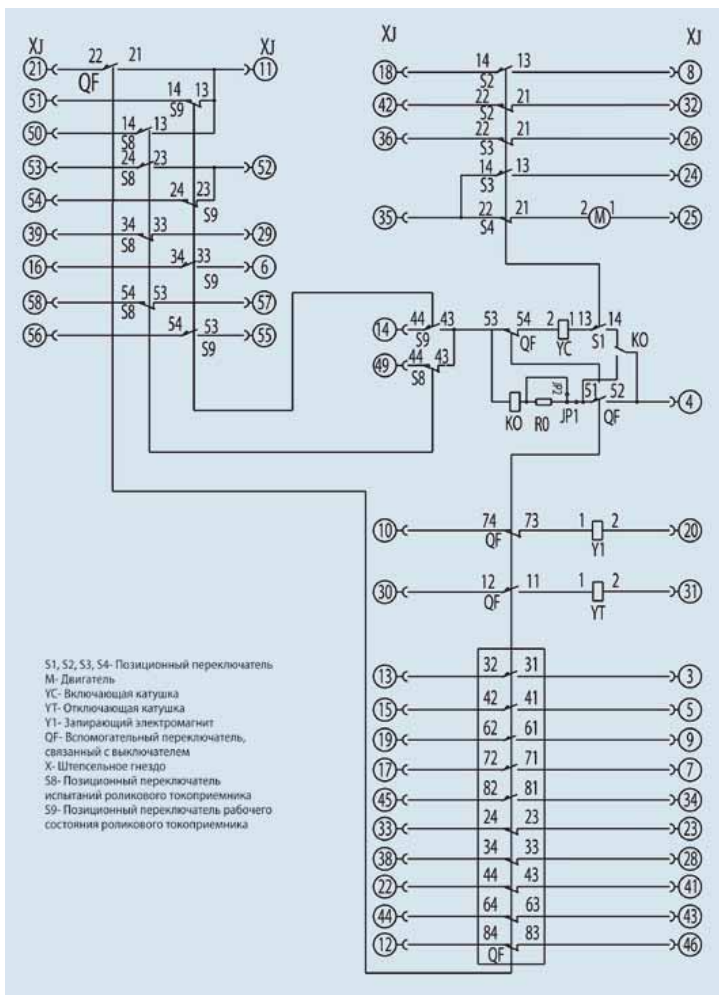

Рис. 5.2 Принципиальная электрическая схема выключателя серии NV1-24
5.2 Принципиальная электрическая схема (см. рис. 5.2)